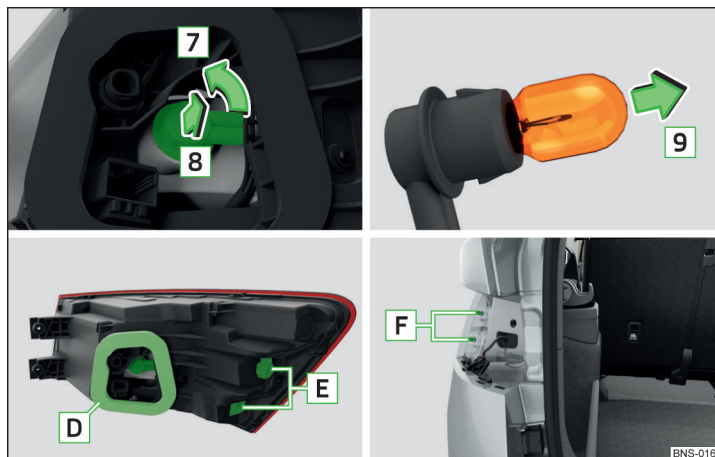

Fig. 381 Remplacer la lampe / monter la lampe
- Insérez l'ampoule avec les ouvertures **E** sur les boulons **F** » fig. 381 à la page 332 dans la carrosserie et appuyez sur l'ampoule avec précaution » **!**.
- Veillez à ne pas coincer le faisceau de câbles entre la carrosserie et l'ampoule **D** » fig. 381 à la page 332 lors du remontage - risque d'endommagement de l'installation électrique et de pénétration d'eau.
- Tourner la douille avec l'ampoule jusqu'à la butée dans le sens de la flèche **7** » fig. 381.